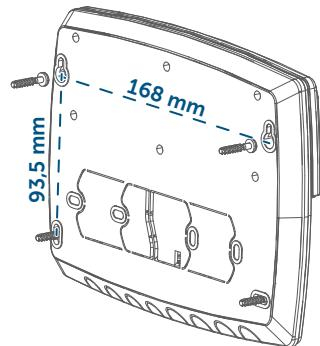

Abbildung 2
- Montieren Sie die Multi IO Box durch Einsticken der mitgelieferten Dübel und Eindrehen der Schrauben (s. Abbildung 2).